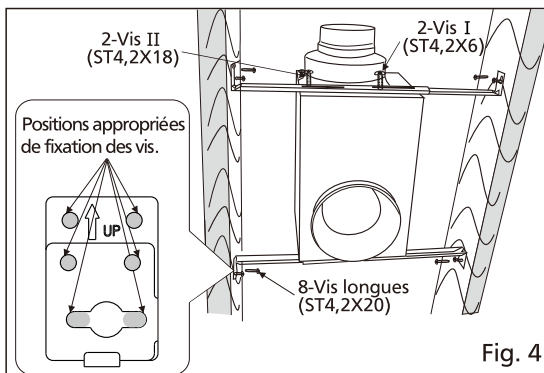

Fig. 4
5. Suspendez le boîtier du ventilateur aux quatre vis longues, ajustez les supports de suspension si nécessaire. Serrez ensuite les quatre vis longues. Fixez ensuite quatre autres vis longues (ST4,2X20) aux autres orifices. Assurez-vous que le boîtier du ventilateur est nivelé et perpendiculaire par rapport aux solives. (Voir Fig. 4)
6. Serrez les deux vis I (ST4,2X6) (Sauf lorsque l'espace est de 12 pouces entre les solives.). Et fixez les supports de suspension I et II au boîtier du ventilateur avec les vis II (ST4,2X18). (Voir Fig. 4)